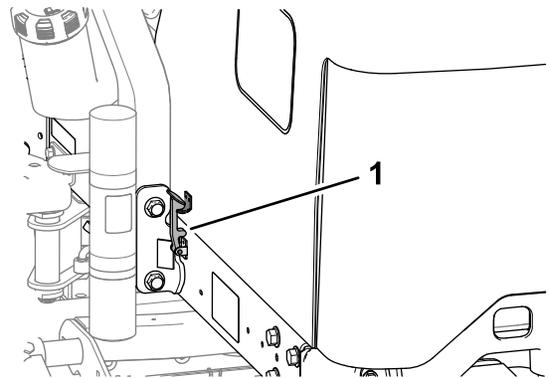

Figura 57
2. Gire el capó hacia arriba y hacia atrás (Figura 57).